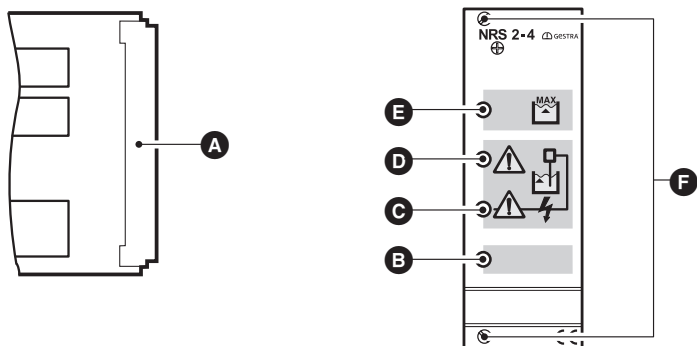

图 2
接通电源电压。绿色 LED ③ 亮起。图 2
- 1. 接通电源电压后，绿色 LED ③ 应当常亮。图 2